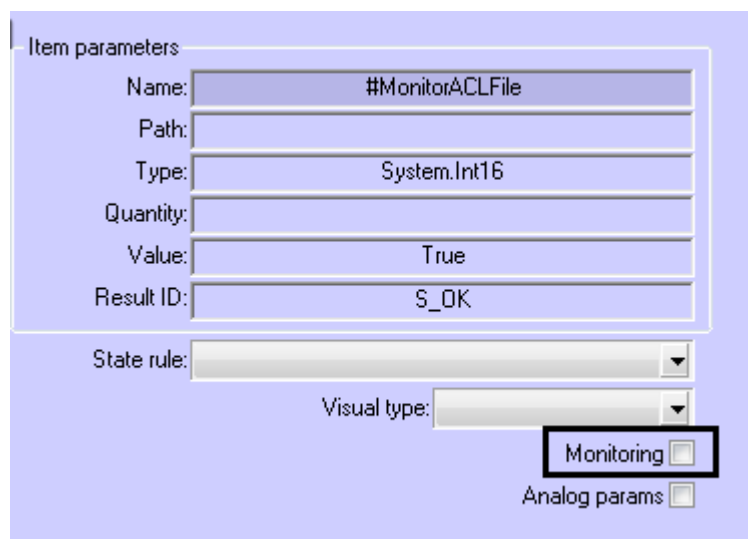

Рис. 3.5—1 Настройка отслеживания элементов OPC-сервера
2. Установить флажок **Monitoring** (Рис. 3.5—1).